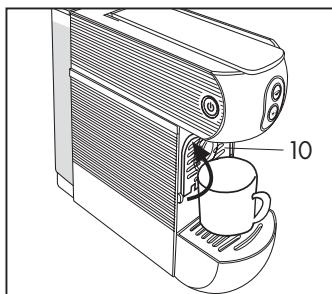

Abb. 5
- Stellen Sie sicher, dass keine Kapsel eingesetzt wurde und schalten Sie das Gerät über den Hauptschalter (11) ein.
- Schließen Sie die Halterung (10) für die kleine Tasse und stellen Sie eine große Tasse unter die Abgabedüse (4) (**Abb. 5**)
Die Halterung (10) öffnen, um einen richtigen Espresso zuzubereiten und eine kleine Tasse zu verwenden (**Abb. 7**). Um große Tassen zu verwenden, die Halterung (10) schließen und die Tasse direkt auf das Gitter der Tropfschale (5) stellen (**Abb. 5**).